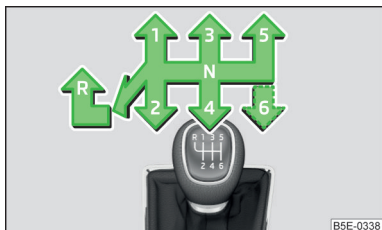

Fig. 242
» fig. 242.
- Placez le levier de vitesse complètement vers le bas et vers la gauche plus vers l'avant en position **R** » fig. 242.